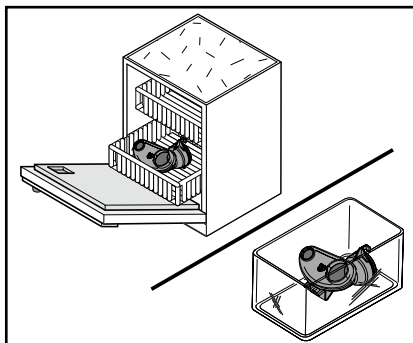

Fig. 29
- e. Rengjør blandeinnsatsen og tetningsringen (fig. 29):